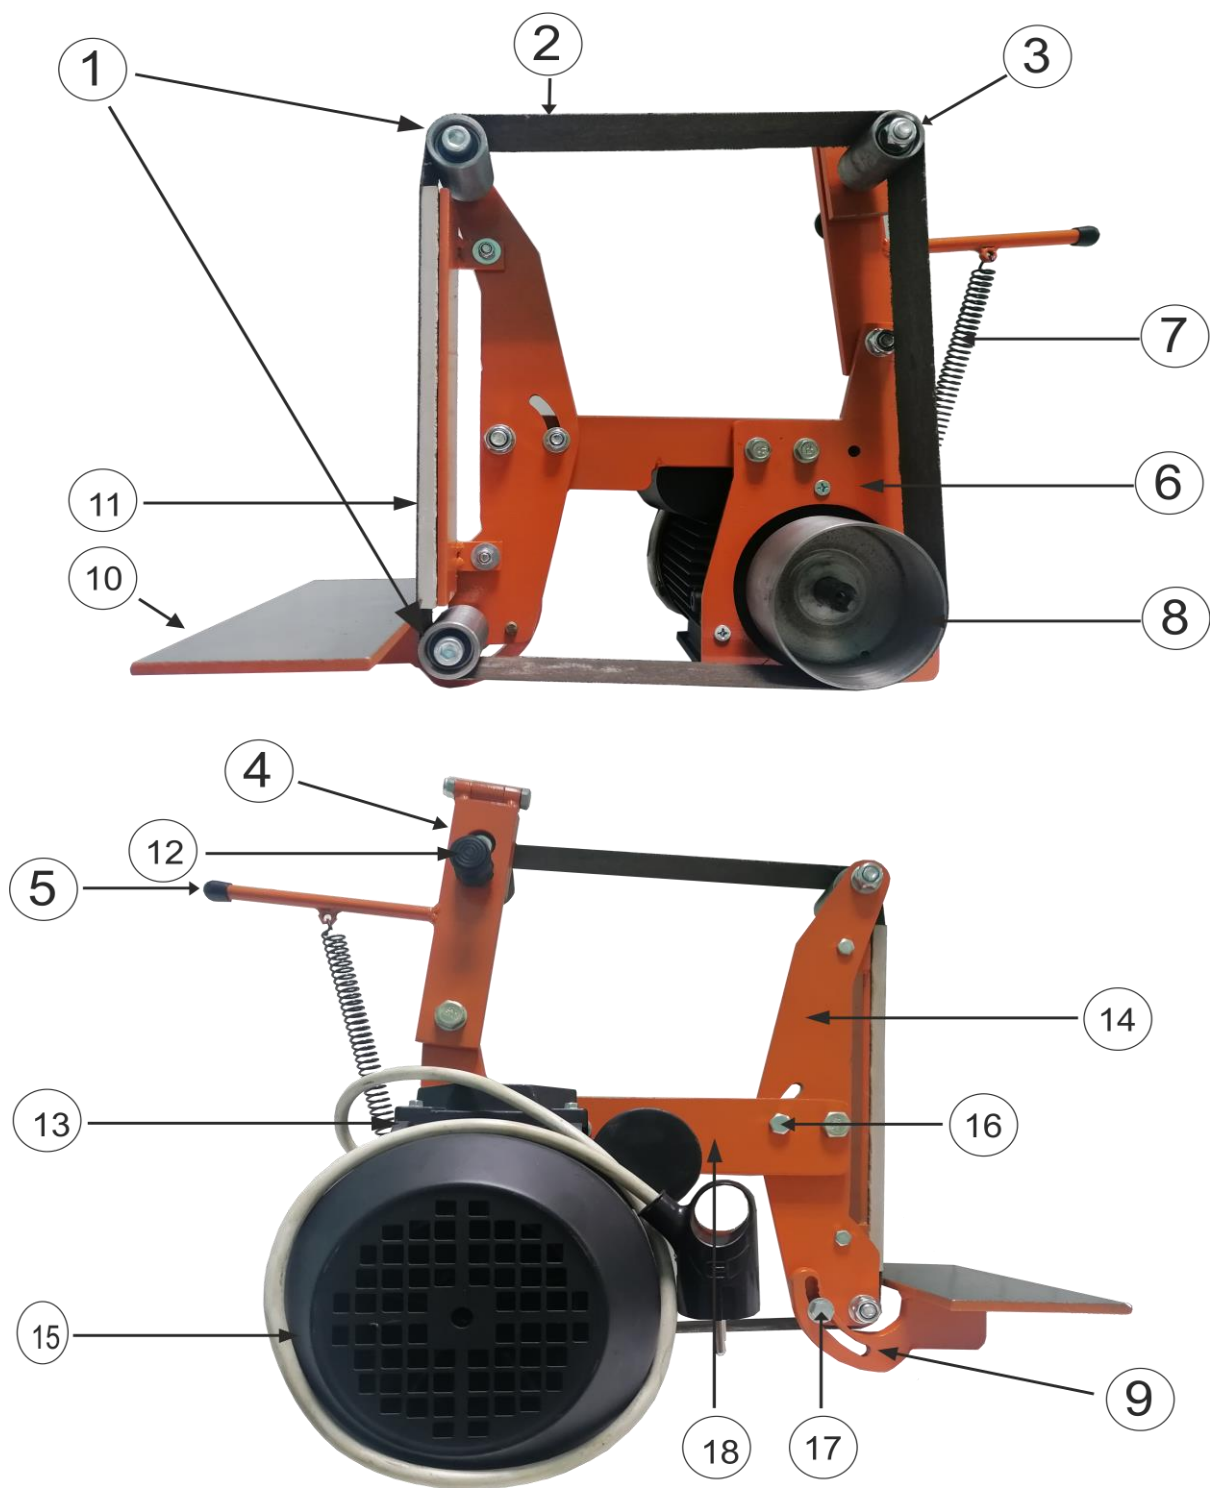

рис. 1
- 5.2 В комплект станка входят детали согласно рис. 1, руководство по эксплуатации и комплект крепежа, частично установленный на станок до его продажи. Проверьте комплектность станка согласно рис. 1. **ВНИМАНИЕ:** крепеж для крепления станка на стол (верстак и т.д.) в комплект не входит и приобретается покупателем самостоятельно.
- возьмите двигатель (15) с установленной на него рамой (6), приводным шкивом (8) и установите его на ровную поверхность;
- двумя болтами М8 прикрепите ригель (18) к раме (6), как показано на рис. 1;
- болтом М10 и болтом регулировки угла упорной плиты (16) М8 прикрепите консоль (14) с установленной на ней упорной плитой (11) и роликами (1) к ригелю (18);
- закрепите рабочий стол (10) через кронштейн стола (9) на консоли (14) болтом регулировки угла рабочего стола (17) М8;
- прикрепите натяжитель (4) к раме (6) болтом М10, как показано на рис. 1;
- установите пружину (7), зацепив ее за специальные болты рамы (6) и рычага натяжителя (5);
- отрегулируйте положение роликов (1) смещением ригеля (18) на болтах крепления ригеля (18) к раме (6), так, чтобы лента (2) могла устанавливаться только при растянутой пружине (7);
- стоя перед станком, потяните на себя рычаг натяжения ленты (5), тем самым растянув пружину (7), установите ленту (2), как показано на рис. 1. Отпустите рычаг.. Обратите внимание, что лента имеет направление движения, указанное на ней стрелкой;
- включение и выключение станка производится выключателем (13);
- произведите пробный запуск станка, нажав выключатель (13) и соблюдая требования безопасности п. 3 и 4 настоящего руководства и отрегулируйте положение ленты на роликах (1,3,8) путем вращения регулировочного винта (12);
- установите рабочий стол (10) и упорную плиту (11) на нужный Вам угол с помощью болтов регулировки (16) и (17). Станок готов к работе.
натяжения ленты (5), тем самым растянув пружину (7), снимите установленную ленту (2) и установите новую ленту (2), как показано на рис. 1. Отпустите рычаг. Обратите внимание, что лента имеет направление движения, указанное на ней стрелкой. Включите станок. Отрегулируйте положение ленты на роликах (1,3,8) путем вращения регулировочного винта (12).